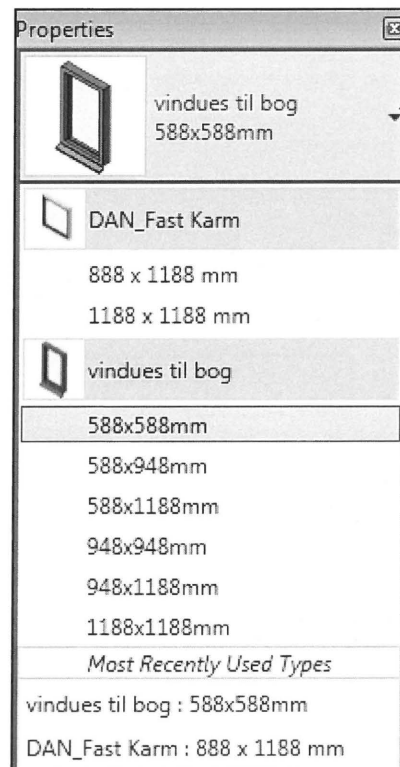

Fig. 08.131.
- Størrelserne findes i dropdown menuen i *Properties* (Fig. 08.131).